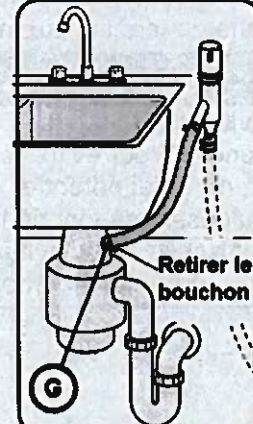

Figure 14
4. Sur le raccordement de vidange de lave-vaisselle d'un broyeur via un dispositif de coupure anti-retour, comme l'indique la Figure 14.